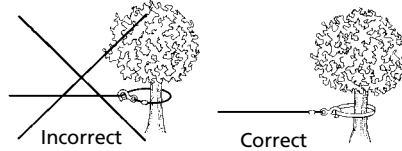

Figure 3
9. N'ATTACHEZ JAMAIS LE CÂBLE SUR LUI-MÊME car ceci pourrait l'endommager. Utilisez une élingue en nylon (Fig. 3)